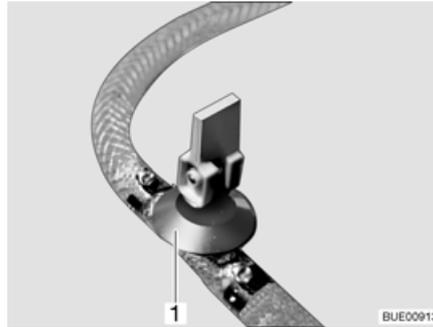

Fig. 190 Llave de desagüe (con balancín)
- Cerrar todas las llaves de desagüe. Para ello, ajustar el balancín de la llave de desagüe (Fig. 190,1) en la posición horizontal.